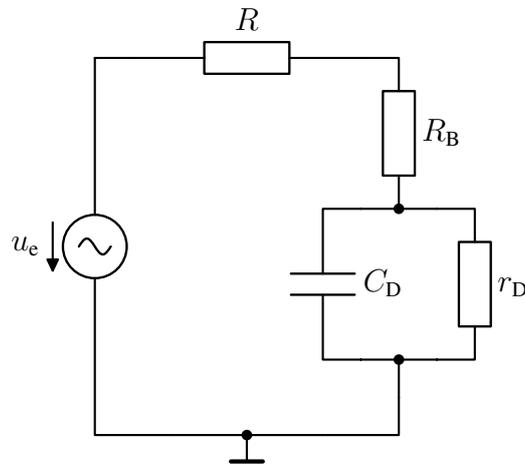

Abbildung 17: Vollständiges Kleinsignalersatzschaltbild der Diode.
a) Das vollständige Kleinsignalersatzschaltbild der Schaltung ist in Abbildung 17 zu sehen.